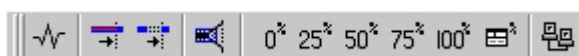

Рис. 50. Панель инструментов (Отслеживание)
- Выберите команду меню (Вид • Панели инструментов • Отслеживание). На экране ниже панели инструментов (Форматирование) появится панель инструментов (Отслеживание) (рис. 50).